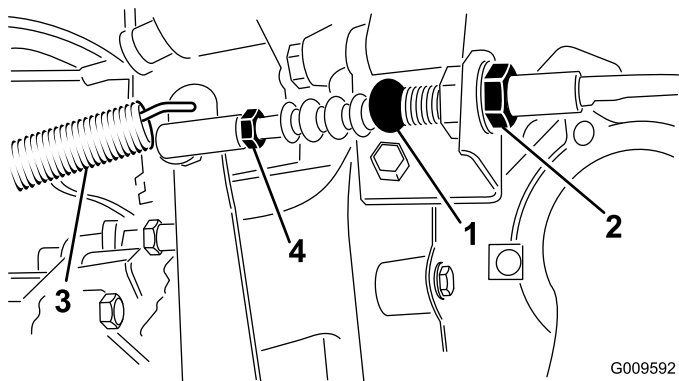

Figura 69
1. Alivie as porcas de retenção que fixam o cabo ao suporte no cárter do volante (Figura 69).